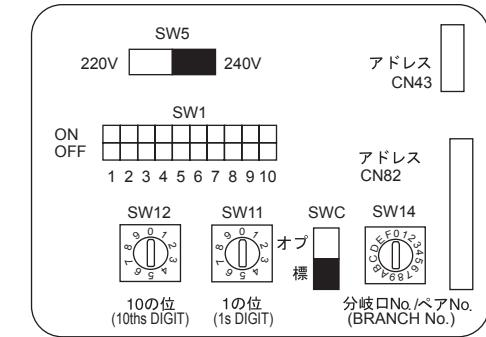

Fig. 7-4
7.5. Impostazione degli indirizzi (Fig. 7-4)
7.6. Rilevazione della temperatura ambiente con il sensore incorporato nel comando a distanza (Fig. 7-4)